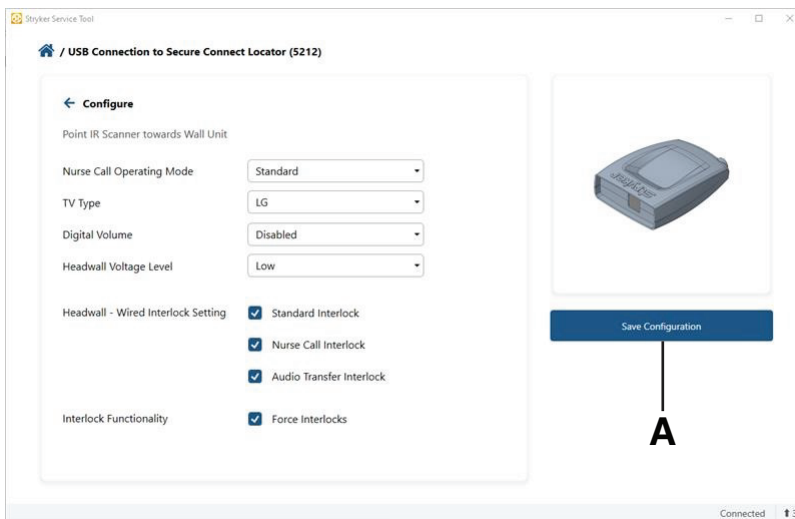

図 4 – Strykerサービスツール
2. **設定の保存 (A)** を選択します (図 4)。